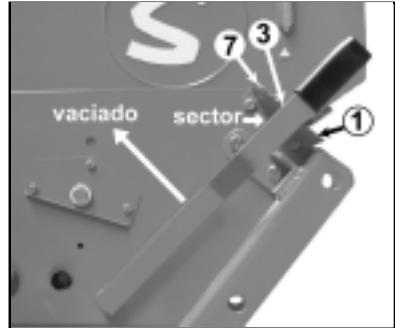

fig. 8
- Nº 1, para semillas finas (fig. 8)
- Nº 3, para trigo y cebada (fig. 8)
Para vaciar la tolva se coloca la bandeja debajo de los dosificadores y se corre la palanca totalmente hacia delante más allá del nº 7. (fig. 8)